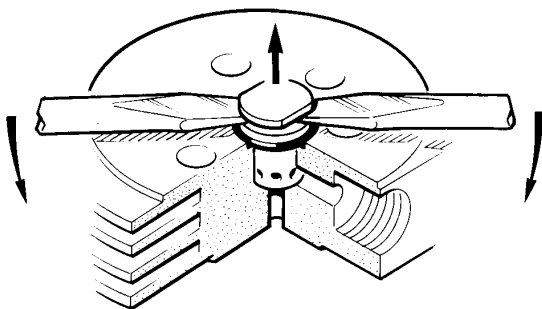

Abb. 42 Druckventil 3. Stufe, Ausbau
- Die beiden selbstsichernden Muttern (1) und Federscheiben (2) entfernen.
- Druckplatte (3) entfernen.
- Ventile (4) und (7) mit zwei Schraubendrehern heraushebeln, siehe Abb. 42.
- Beim Zusammenbau in umgekehrter Reihenfolge vorgehen. Federscheiben mit der gewölbten Seite nach oben anbringen. Muttern gleichmäßig festziehen, Druckplatte (3) parallel zum Zylinderkopf! Mit 10 Nm festdrehen.
- Druckverschraubung (1) einige Umdrehungen lösen.
- Die Innensechskantschrauben (7), mit denen der Ventilkopf (5) befestigt ist, herausschrauben. Ventilkopfdeckel (6) abnehmen.
- Zwei Schraubendreher in die Rille im Druckventil (3) stecken und Druckventil zusammen mit O-Ring (2) heraushebeln (Abb. 42). Bei Bedarf kann das Ventil zunächst an der